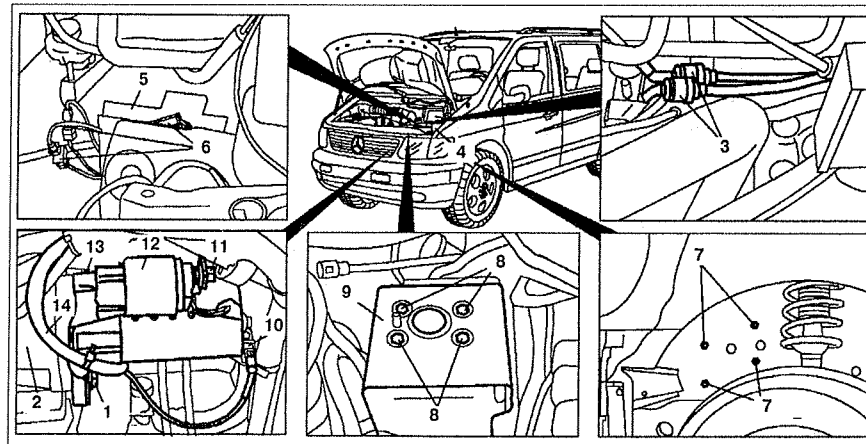

Рис. 3.56. Стартер:
2. Открутите болт 1 (см.рис.3.56).